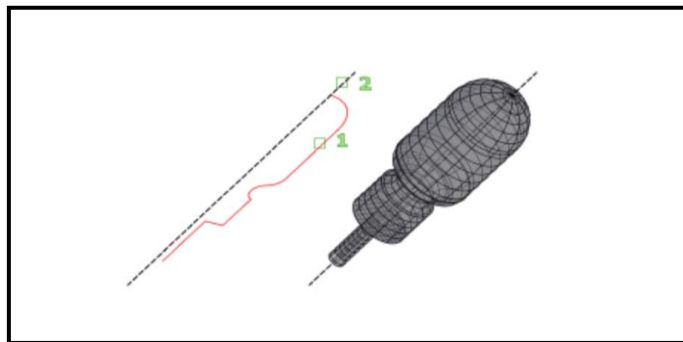

Рис. 20
4. Побудувати поверхню обертання (рис. 20).